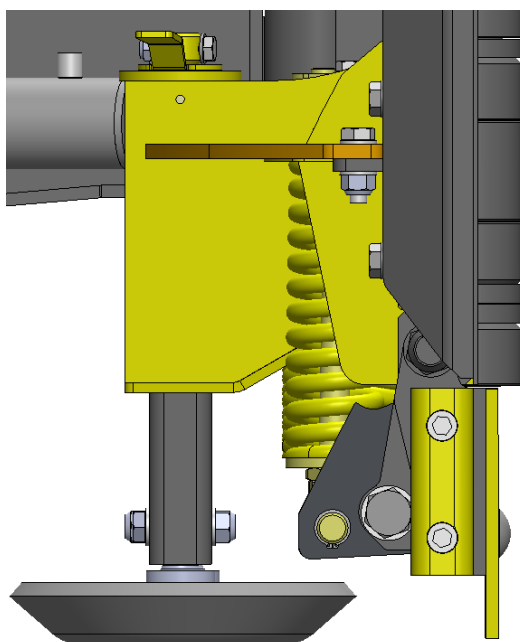

Bild 16 Skäret i normalläge
- I normalt arbetsläge (bild 16) tar skäret lätt fast även i hinder och ojämnheter på marken.